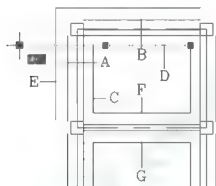

图 5.8 拉长 D 大放脚
(5) 拉长 D 大放脚：在命令行无命令的状态下选中 D 大放脚，出现 3 个蓝色夹点。单击左侧夹点使其变红，打开【正交】功能，然后向左水平拉长 D 大放脚，结果如图 5.8 所示。